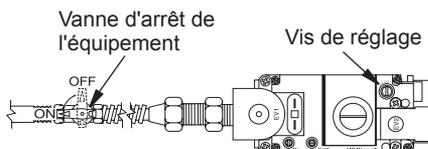

Figure 37 - Tourner la vanne d'arrêt de l'équipement à la position OFF (arrêt)
6. Tournez la vanne d'arrêt de l'équipement dans le sens des aiguilles d'une montre jusqu'à la position OFF (arrêt) (voir figure 37). Ne forcez pas.
7. Attendez cinq (5) minutes que tout le gaz se dissipe. Après, vérifiez si une odeur de gaz se dégage, surtout au niveau du sol. Si une odeur de gaz se dégage, ARRÊTEZ! Suivez la partie « B » des informations relatives à la sécurité ci-dessus. S'il n'y a pas d'odeur de gaz, passez à l'étape suivante.
montre pour réduire ou dans le sens inverse des aiguilles d'une montre pour augmenter la taille de la flamme (voir figure 37, page 20). Ne retirez pas la vis de réglage.